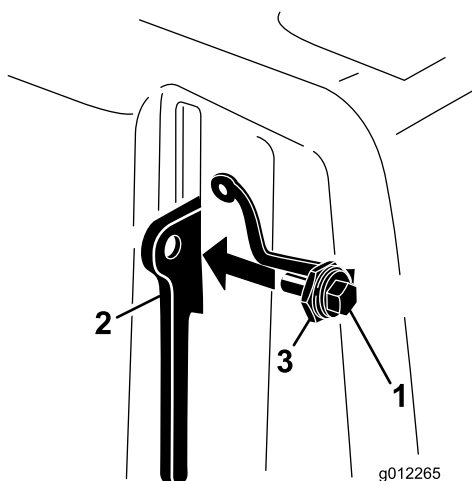

Figura 8
3. Inserite il bullone nella leva del dispositivo di fermo (**Figura 8**).